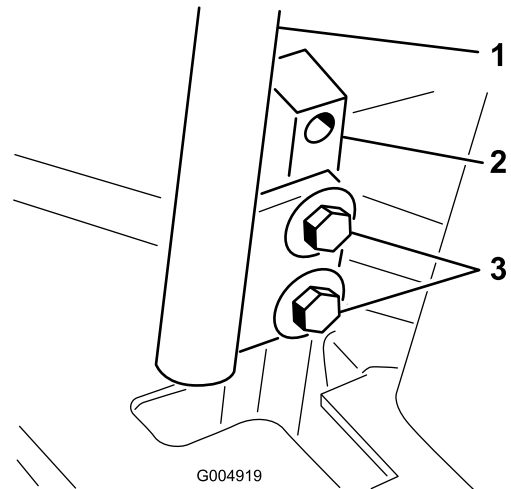

Figure 59
3. Desserrez les boulons de fixation des leviers de commande (Figure 59).